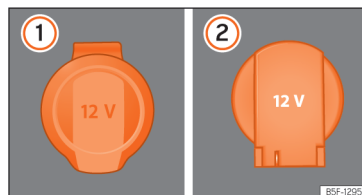

Abb. 147 12-Volt-Steckdose: ① in der Armlehne vorn, ② im Kofferraum.
» **Abb. 147 ①**.
» **Abb. 147 ②**.